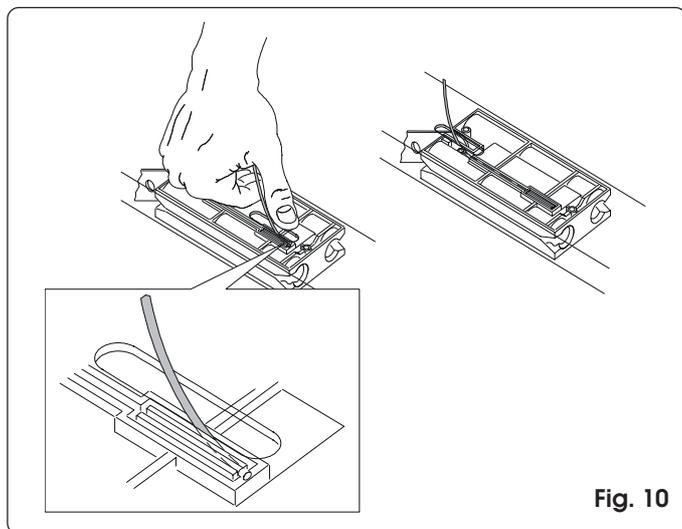

Fig. 10
- 2) Inserire il terminale del cavetto nell'apposita sede di colore rosso (fig. 10).